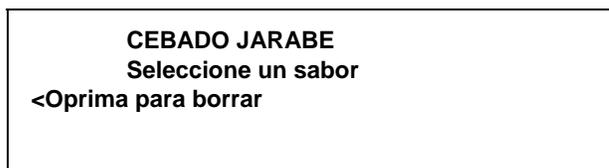

Figura 50
9. Toque el símbolo CALIBRACIÓN JARABE  para pasar a la modalidad de cebado de jarabe. (Vea la figura 50).